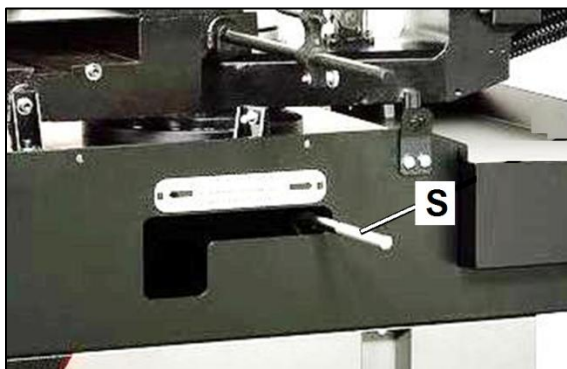

Figure 8-1 : Réglage d'usage des onglets
2. Appuyez sur le bouton (C) pour démarrer la pompe hydraulique.
3. Utilisez le commutateur (M) pour sélectionner le mode manuel
4. Utilisez le commutateur (J) pour lever la scie à archet.
6. Coupez l'alimentation principale (A).
7. Desserrez la scie à archet en tournant le levier de verrouillage (S, Fig 8-1) vers la gauche.